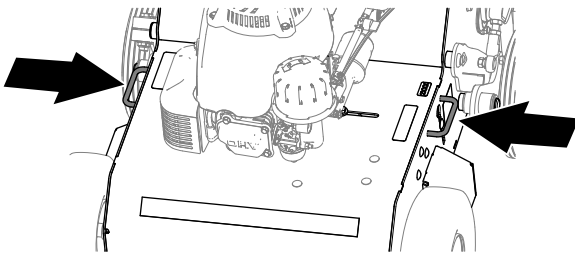

**Figure 23**
2. Placez la goupille de verrouillage de transport (Figure 23) à la position TRANSPORT sur le guidon.